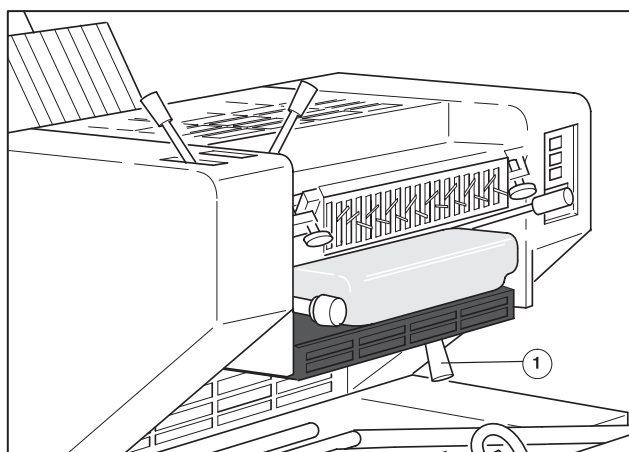

Рис. 6 Разъединение красочного и увлажняющего аппаратов
- ❶ Опустите вниз рычаг (Рис. 6/❶), чтобы разъединить аппарат увлажнения и красочный аппарат.